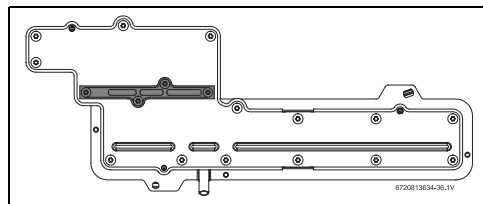

Fig. 51 Collecteur de gaz
- ▶ Retirer les quatre vis qui fixent la plaque du panneau au collecteur de gaz, voir fig. 51 (plaque de couleur grise).